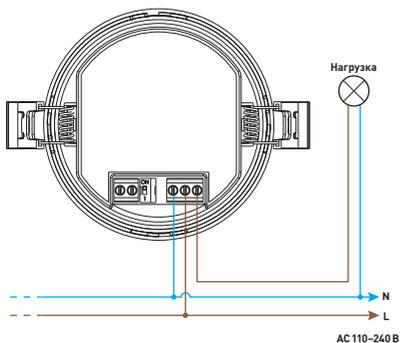
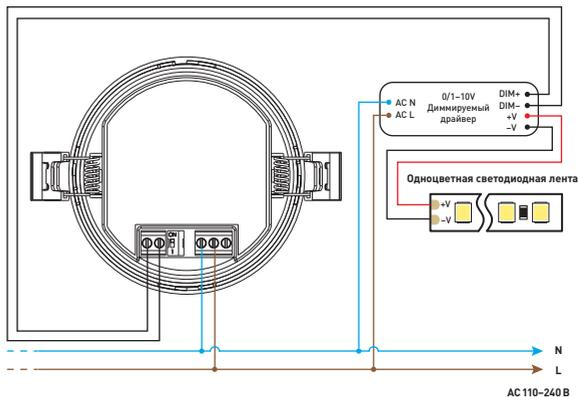

Рис. 1. Схема подключения датчика движения к не диммируемому источнику света (AC 100-240 В)
Рис. 2. Схема подключения датчика движения к диммеру с управлением 0/1-10 В
- 3.2. Подключите датчик движения согласно схемам, приведенным на рис. 1 и рис. 2.